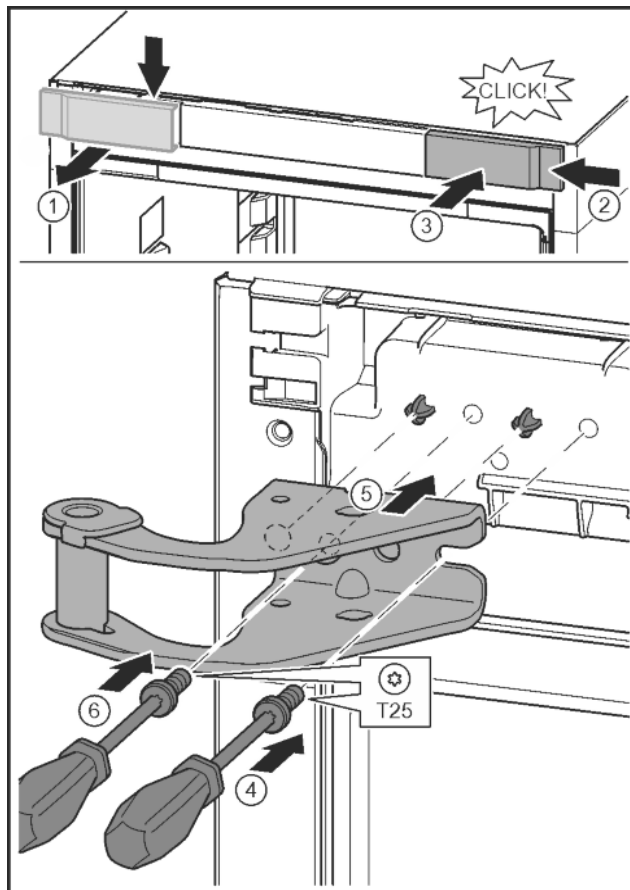

Fig. 11
- ▶ Desprindeți capacul și scoateți-l în lateral. *Fig. 11 (1)*
- ▶ Acroșați pe cealaltă parte din dreapta capacul rotit cu 180°. *Fig. 11 (2)*
- ▶ Fixați capacul în poziție. *Fig. 11 (3)*
- ▶ Aplicați șurubul cu șurubelnița T25. *Fig. 11 (4)*
- ▶ Aplicați suportul de lagăr superior. *Fig. 11 (5)*
- ▶ Înșurubați ferm șurubul. *Fig. 11 (4)*
- ▶ Introduceți șurubul cu șurubelnița T25 și înșurubați ferm. *Fig. 11 (6)*